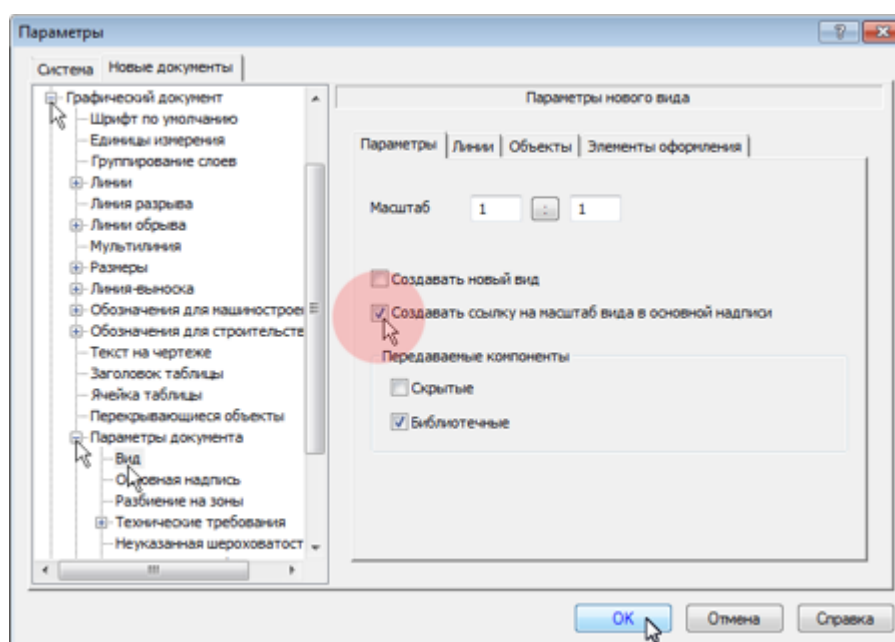

Рисунок 3
- Включите опцию **Создавать ссылку на масштаб** в основной надписи (рис.3)